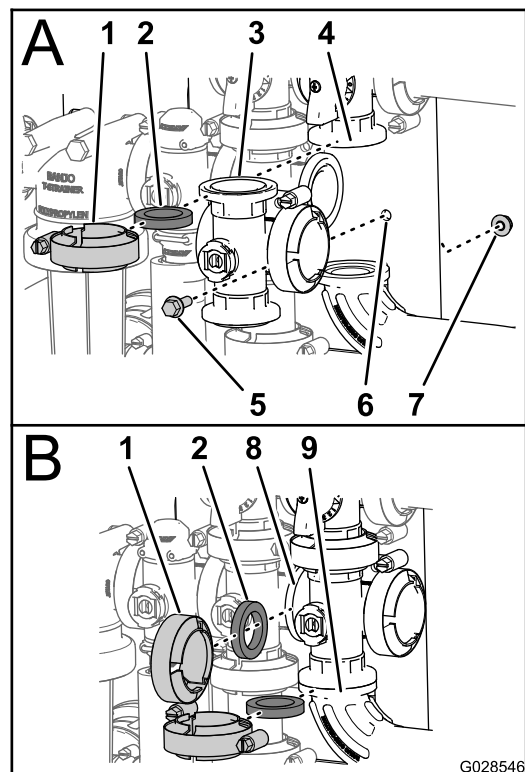

Bild 103
1. Fluchten Sie den Flansch des Hauptausleger-Ventilverteilers, eine Dichtung und den Flansch des Hauptausleger-Sicherheitsventils aus (A von Bild 103).
2. Montieren Sie den Hauptausleger-Ventilverteiler, eine Dichtung und das Hauptausleger-Sicherheitsventil mit einer Klemme und ziehen sie mit der Hand an (A von Bild 103).
3. Fluchten Sie den Flansch des Hauptausleger-Ventilverteilers, eine Dichtung und den Rührwerkventilverteiler aus (B von Bild 103).
4. Montieren Sie den Hauptausleger-Ventilverteiler, die Dichtung und den Rührwerkventilverteiler mit einer Klemme und ziehen sie mit der Hand an (B von Bild 103).
5. Fluchten Sie den Flansch des Hauptausleger-Ventilverteilers, eine Dichtung und den 90°-Flanschkrümmer aus (am Ende des Schlauchs für das Durchflussmessgerät, siehe B von Bild 103).
6. Montieren Sie den Hauptausleger-Ventilverteiler, die Dichtung und den 90°-Flanschkrümmer mit einer Klemme und ziehen sie mit der Hand an (B von Bild 103).